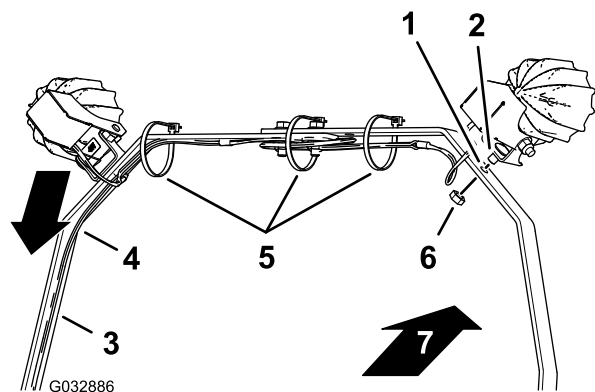

图9
1. 对准灯具，使灯的镜头朝向机器前面（图9）。
2. 如 图9 所示，将线束沿左灯条带对齐。
3. 将已安装到 LED 灯具安装支架上的短螺栓与灯条带上的孔对准（图9）。
4. 用螺母将 LED 灯和短螺栓安装到灯条带上（图9）。
7. 如 图9 所示，用扎带将线束固定到灯条带上。